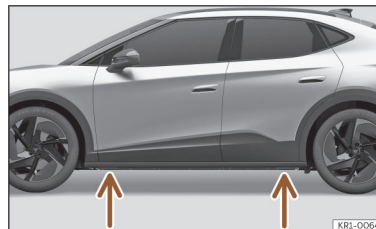

Fig. 206 Pontos de apoio do macaco.
- Procure na longarina a marca do ponto de apoio do macaco (zona afundada) mais próximo da roda a substituir >>> **Fig. 206.**